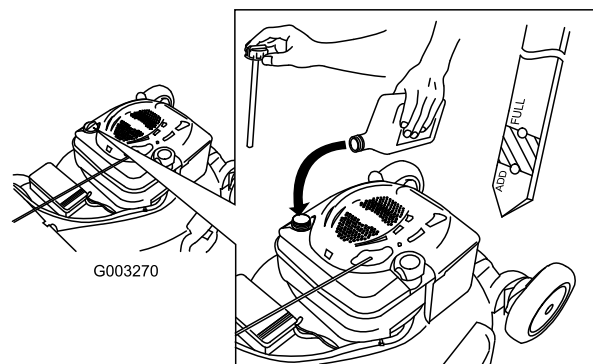

Figure 6
1. Retirez la jauge (Figure 6).
2. Versez de l'huile **lentement** dans le goulot de remplissage pour faire monter le niveau de liquide jusqu'au repère du plein (Full) sur la jauge (Figure 6). **Ne remplissez pas excessivement.** (Remplissage max. : 0,59 l (20 oz.), type : huile détergente SAE 30 de classe de service API SF, SG, SH, SJ, SL ou supérieure.)